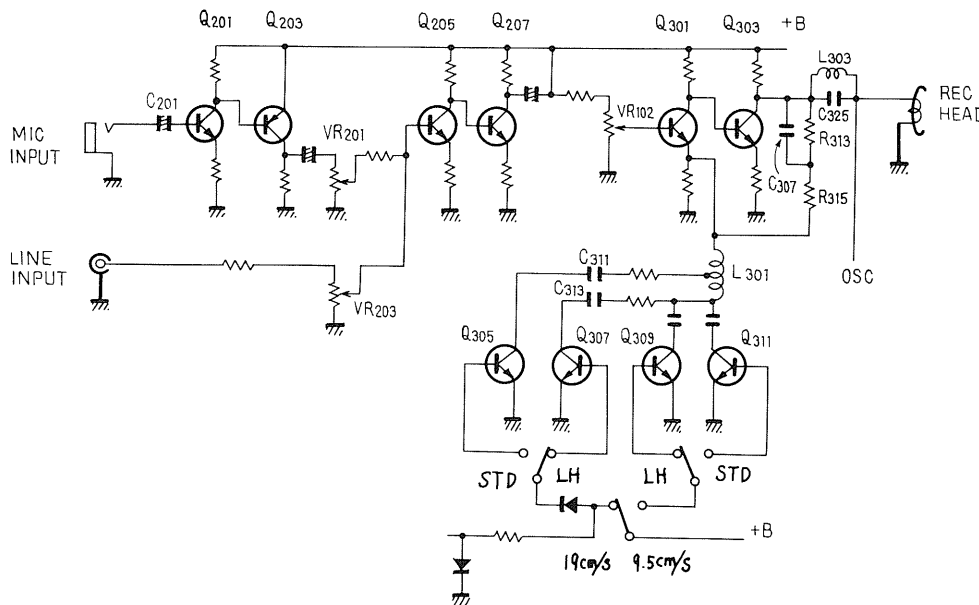

Fig. 4
6.3 RECORDING AMPLIFIER (Fig. 4)